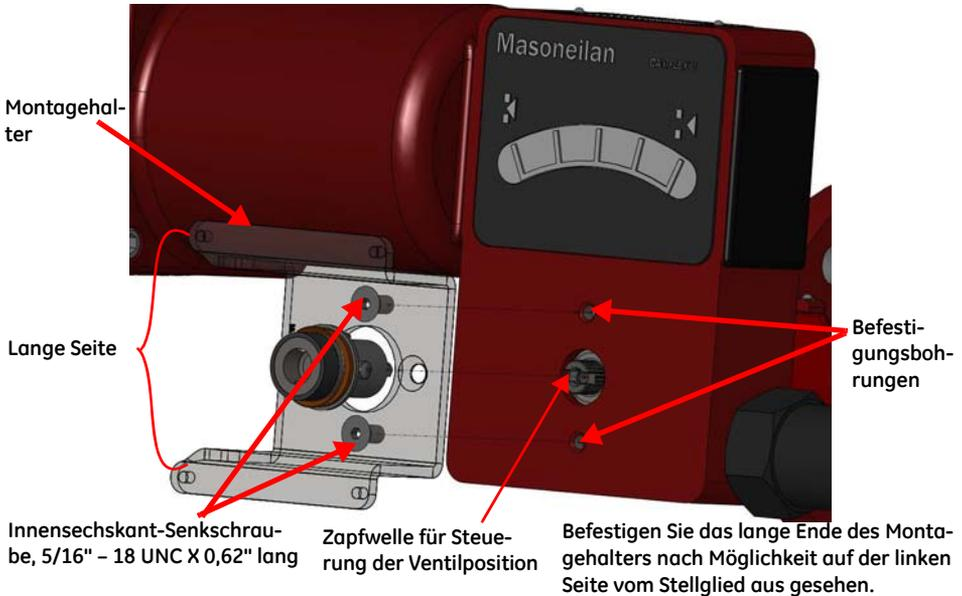

Abbildung 9 Kreiselmontagehalter an Ventilstellglied
1. Bringen Sie die Halterung am Stellglied an (Abbildung 9).